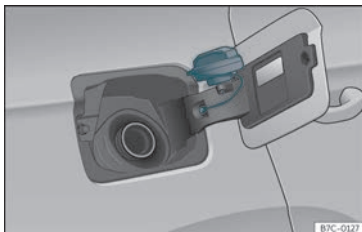

Fig. 252 Tampa do depósito com o tampão encaixado.
- Coloque-a no espaço existente na dobradiça da tampa aberta »» **Fig. 252**.